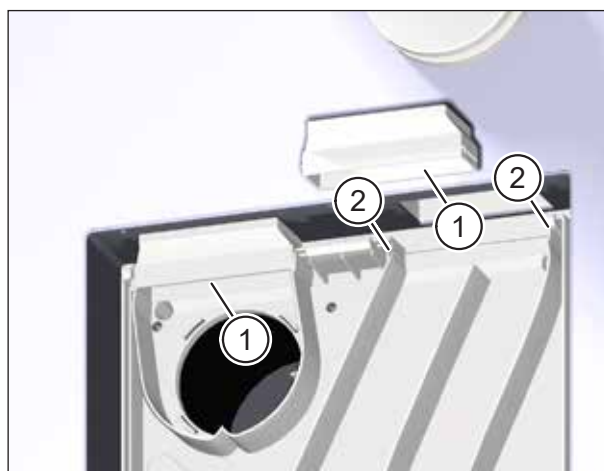

Fig. 13 : Nettoyer l'adaptateur de conduit (en cas de montage intégré dans le mur U²)
- ▶ Nettoyez l'adaptateur de conduit (pos. 1 dans Fig. 13) avec un chiffon humide et de l'eau savonneuse douce.
Si besoin, vous pouvez retirer l'adaptateur de conduit. Pour cela, poussez délicatement les deux fixations (pos. 2 dans Fig. 13) vers l'extérieur et tirez l'adaptateur de conduit vers l'avant.